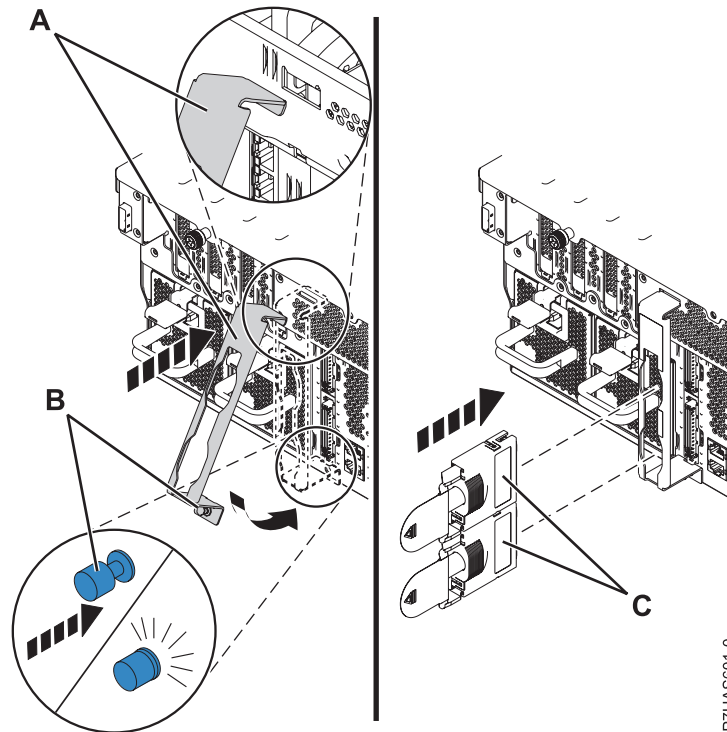

Figure 3. Installation du crochet de fixation de câble
15. Si le crochet de fixation de câble (A), illustré dans la figure 3, à la page 5 est fourni, effectuez les opérations suivantes :
- a. Afin de bloquer la patte inférieure dans l'emplacement du bloc, inclinez légèrement le support de câble (A) (voir la figure 3, à la page 5).
- b. Approchez le support de câbles du châssis et poussez le dispositif de fixation (B) dans le châssis pour sécuriser le support.
- c. A l'arrière du système, connectez les câbles de l'adaptateur (C).